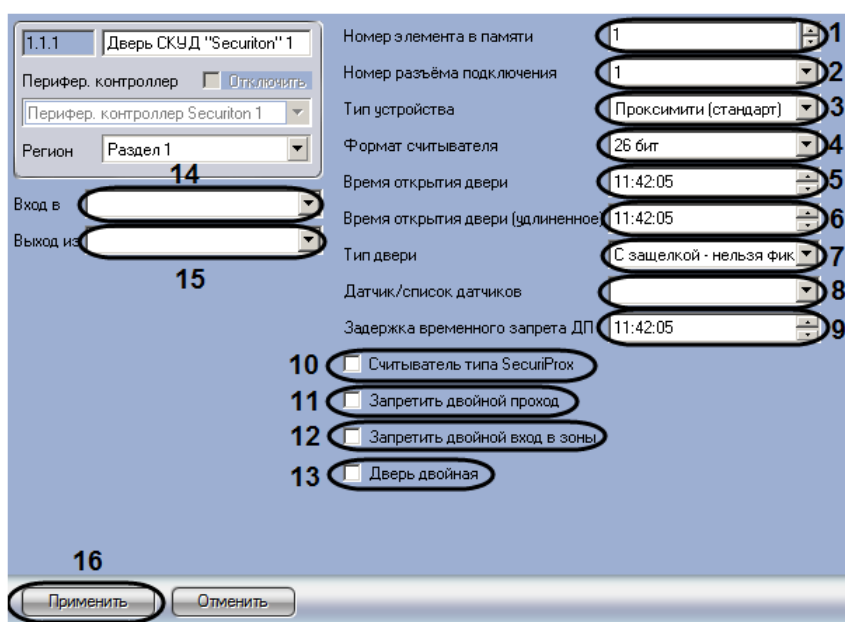

Рис. 3.4—14 Настройка двери Securiton
2. В поле **Номер элемента в памяти** ввести с помощью кнопок **вверх-вниз** уникальный среди объектов данного типа номер двери (см. Рис. 3.4—14, 1).
3. Из раскрывающегося списка **Номер разъема подключения** выбрать номер двери в устройстве (см. Рис. 3.4—14, 2).